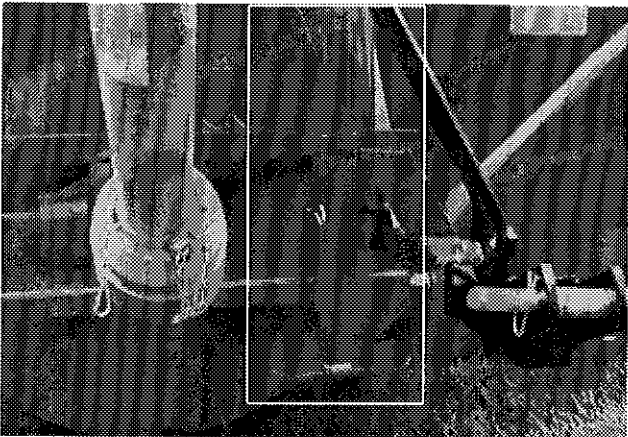

Figure 32
- 6) Après avoir installé la souffleuse sur le tracteur, relever la béquille de soutien (Fig. 32).